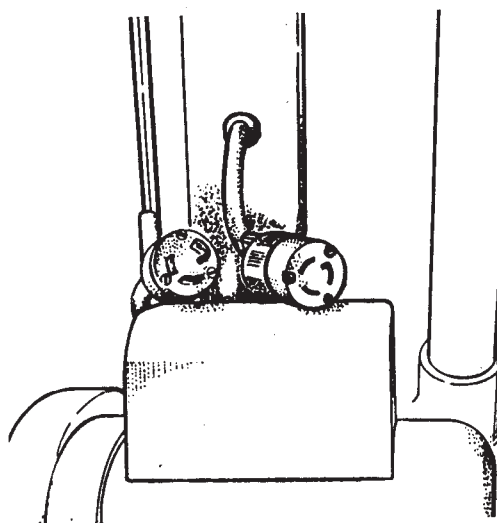

Figura 3
3. Tuerza y retire del cable del motor el cable flexible de la manija. Consulte la figura 3.